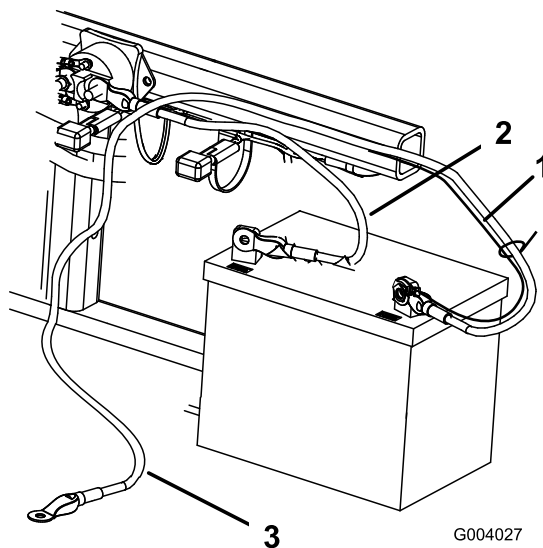

Рисунок 5
2. Закрепите положительный провод (красный) на положительной (+) клемме болтом ( $\frac{1}{4} \times \frac{5}{8}$  дюйма) и контргайкой (Рисунок 5).
3. Подсоедините короткий черный провод и отрицательный кабель (черный) к отрицательной (-) клемме аккумулятора болтом ( $\frac{1}{4} \times \frac{5}{8}$  дюйма) и контргайкой ( $\frac{1}{4}$  дюйма) (Рисунок 5).